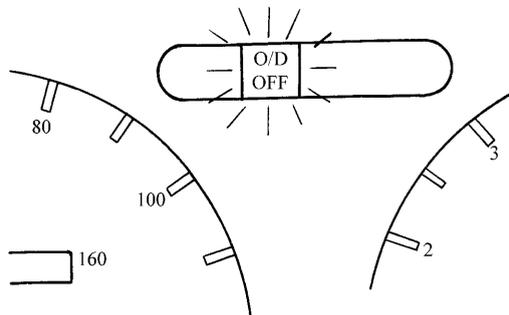
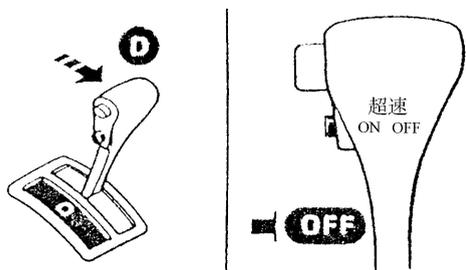

图 4-76 O/D 提示灯
图 4-77 变速杆置于“D”，超速档开关置于“OFF”
(2) 观察 OD OFF 指示灯(图 4-76)约 2s 内是否亮，如不亮，检查该灯及其线路；如亮，将点火开关转至“OFF”。将变速杆置于“D”，超速档开关置于“OFF”，再将点火开关转至“ON”，但不要起动发动机，等待 2s(图 4-77)。